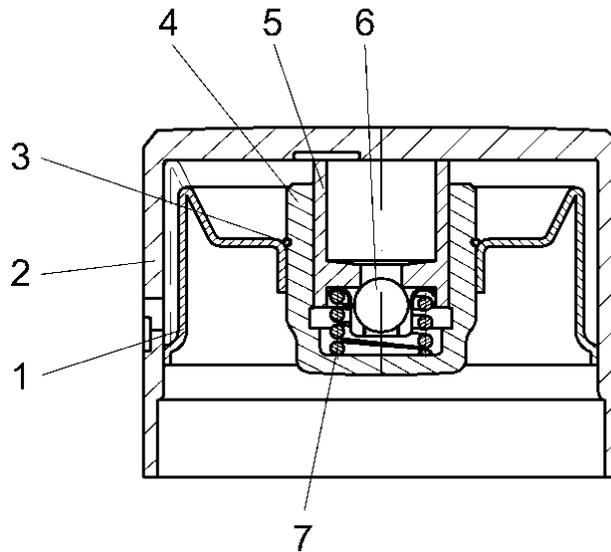

Abb. 25. Hydraulischer Drücker:
**Hydraulische Drücker** (Abb. 25) - in Form eines zylindrischen Glases mit einem hydraulischen Ausgleichskolbenpaar im Inneren und einer Nut mit einer Öffnung für die Ölversorgung aus der Leitung im Zylinderkopf außen. Hydraulische Drücker sorgen durch den Öldruck und die Wirkung der hydraulischen Ausgleichsfeder für eine spielfreie Anlage des Nockenwellennockens am Ventilende.